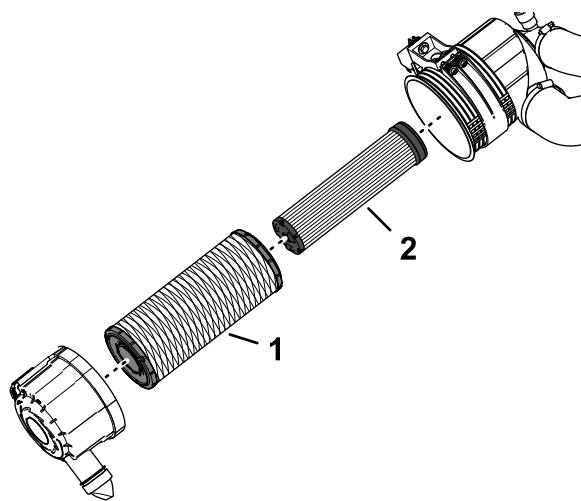

Рисунок 121
1. Проверьте элемент контрольного фильтра (Рисунок 121). Если он загрязнен, замените его.
Внимание: Никогда не пытайтесь очистить контрольный фильтр (Рисунок 121). Заменяйте контрольный фильтр новым после каждого трех обслуживаний фильтра грубой очистки.